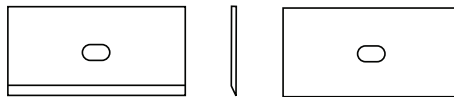

Fig. 2
4. Insérez totalement la lame, bord tranchant vers le bas, dans le porte-lame. (Fig. 2)
4. Insérez totalement la lame, bord tranchant vers le bas, bord biseauté visible, dans le porte-lame. (Fig. 2)